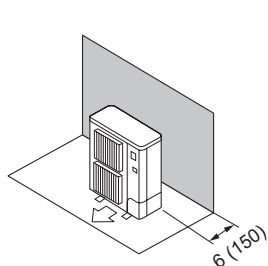

Fig. 2-5
- ① Obstacles à l'arrière (Fig. 2-5)